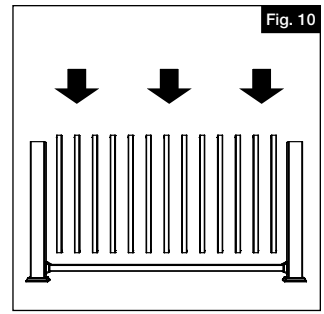

Fig. 10
- b. Empuje todos los barrotes en el travesaño inferior (Fig.10).